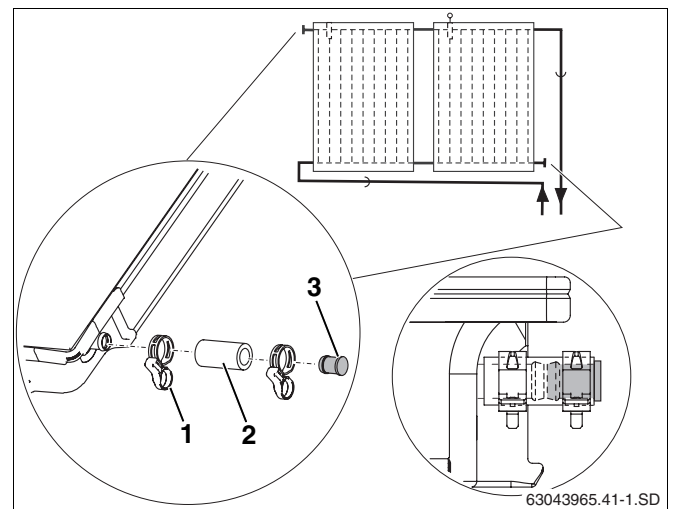

Fig. 21 Montar el tapón ciego y la abrazadera
- ▶ Conectar los tubos solares de 55 mm (fig. 21, **pos. 2**) con los tapones ciegos montados previamente sobre ambas conexiones libres del campo de colectores.